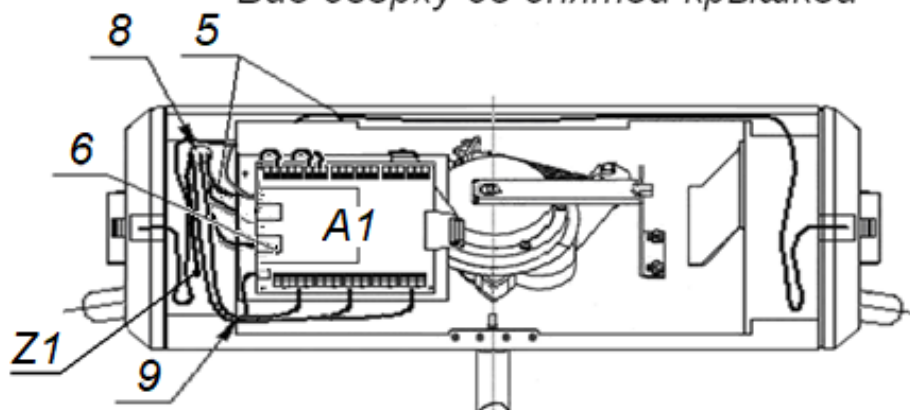

Рисунок 14. Схема прокладки кабелей в стойке ЭП
6. Подготовьте в полу отверстия под гильзы анкеров для крепления стойки ЭП. Установку и крепление стойки производите после прокладки всех кабелей в кабельном канале и внутри стойки. Схема прокладки кабелей в стойке и места расположения отверстий, в которые следует установить изоляционные втулки из комплекта поставки, показаны на рис. 14.
10. Протяните кабели внутри стойки. Рекомендуемое расположение кабелей при прокладке внутри стойки показано на рис. 14.
16. Выполните заземление стойки ЭП в соответствии с требованиями ПУЭ («Правила устройства электроустановок»). Контакт заземления **Z** находится под крышкой стойки (3), слева от плат контроллера (см. рис. 14).
17. Проверьте правильность и надежность всех электрических подключений. При помощи площадок самоклеящихся и стяжек неоткрывающихся из комплекта поставки закрепите все кабели. После подключения всех кабелей и закрепления стойки на полу установите на место крышку (3) (см. разд. 6). Закройте заглушками Ø30 мм из комплекта поставки четыре отверстия для анкерных болтов в основании (2) и вспомогательное отверстие для подводки кабелей в нижней части каркаса (1) (если оно не используется).
18. Для установки в рабочее положение преграждающих планок снимите с поворотного механизма крышку (6), отвернув винт М4×25. Отверните болт М8×30, установленный на преграждающей планке (5). Установите преграждающую планку в соответствующее посадочное место и зафиксируйте болтом. Под головку болта установите пружинную шайбу. Затяжка болтов должна обеспечивать надежную фиксацию преграждающей планки (без люфта). Повторите операции при установке остальных преграждающих планок. Установите на место крышку (6) согласно рекомендациям разд.6.